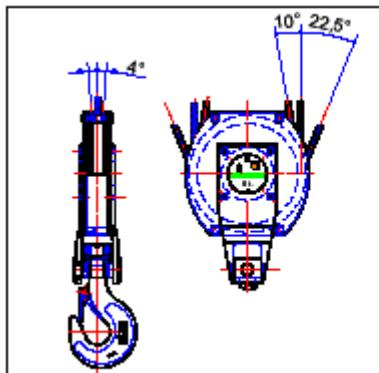
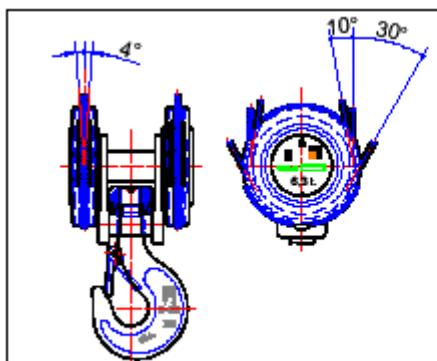

Fig. 4
Fig. 5
- Les ouvertures de passage de câble dans les carters de protection doivent permettre une déflexion latérale maximum de 4° dans l'axe vertical des poulies et 10 et 22,5° dans l'axe latéral pour la CUB (fig. 4), 20° et 30° pour la CHA et CHB (fig. 5)